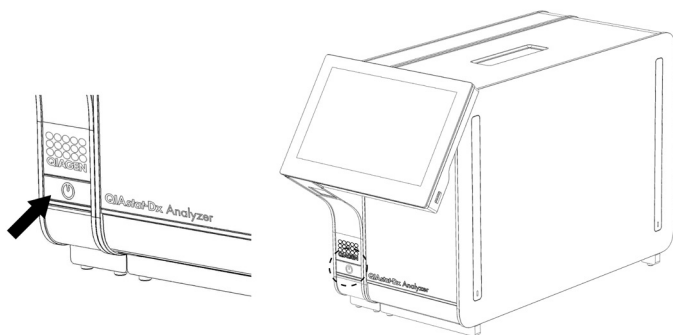

Рис. 22. Натисніть кнопку ON/OFF (УВИМК./ВИМК.) для запуску приладу.
1. Натисніть кнопку ON/OFF (УВИМК./ВИМК.) на передній панелі аналізатора КВІАстат-ДКс (QIAstat-Dx) 1.0, щоб запустити прилад (рис. 22).